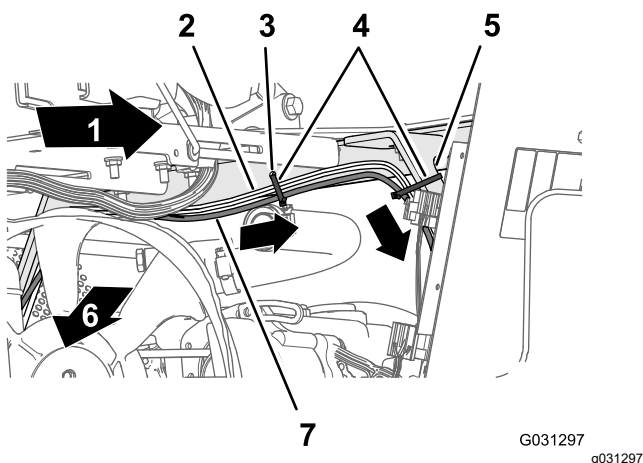
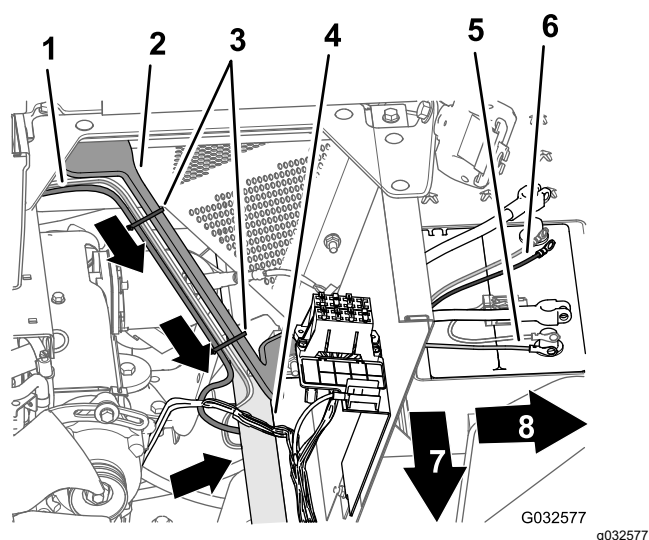

Figura 146
Figura 147
3. Enrute la rama de 270.5 cm (106½") de potencia por el soporte izquierdo de la cubierta del motor y por debajo del tubo izquierdo del bastidor (Figura 146).
4. Sujete el arnés al orificio de la placa de la caja del asiento y al soporte de la cubierta del motor con 3 bridas (Figura 146 y Figura 147).
5. Enrute el fusible de 10 A y los terminales de anillo positivo y negativo de la rama de 220 cm (86⅝") del arnés de cables del sistema de navegación a la parte superior de la batería (Figura 147).